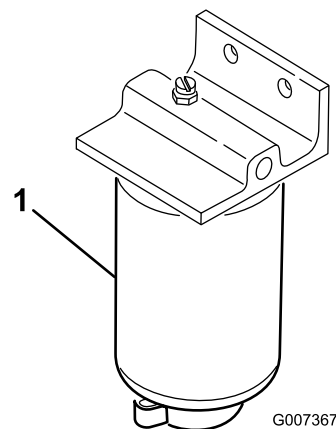

Figure 37
4. Ouvrez le robinet de vidange du filtre et le reniflard (Figure 37).